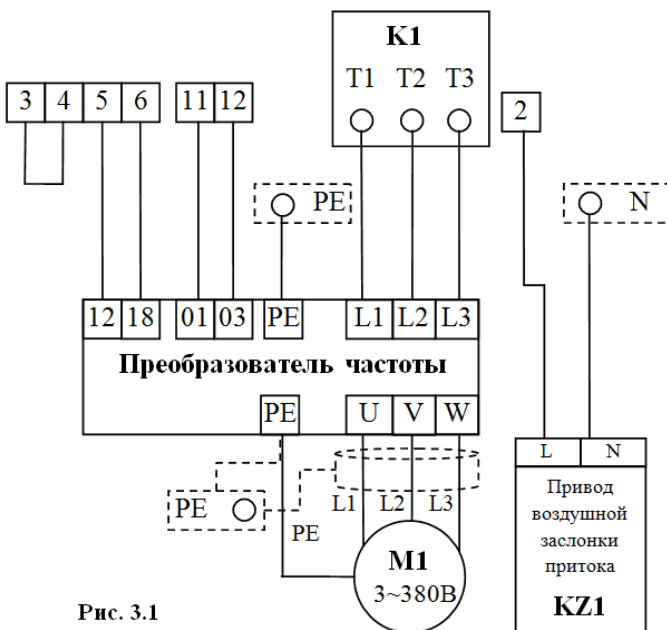

Рис. 3.1
Трёхфазный двигатель приточного вентилятора с преобразователем частоты. См. рис. 3.1, также см. Приложение 1.
- При подключении двигателя приточного вентилятора через частотный преобразователь (см. Рис. 3.1, также см. Приложение 1), кабель питания привода воздушной заслонки (L, N) подключить к клемме 2 клеммника X1 (фазный провод) и к шине «ноль» N (синий провод).